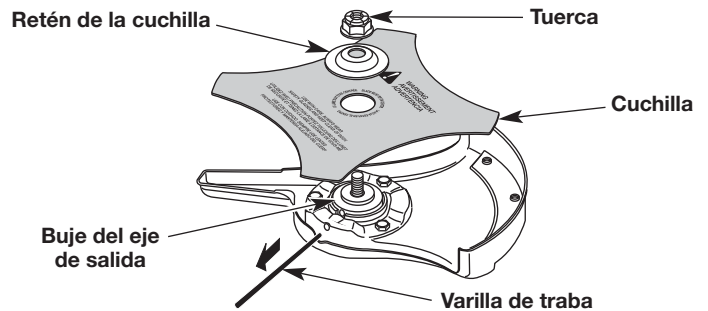
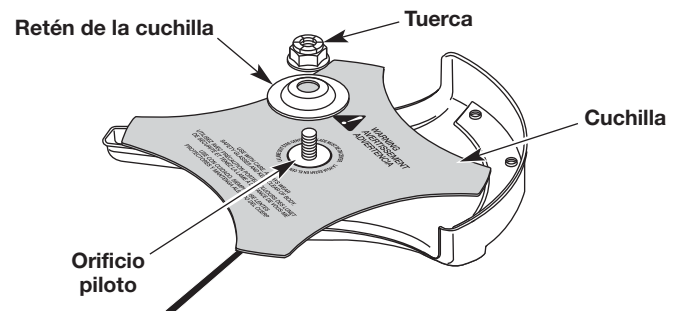

Fig. 20
Fig. 21
3. Quite la varilla de traba (Fig. 20).
4. Quite la tuerca, el retenedor de la hoja y la hoja (Fig. 20).
1. Coloque la cuchilla en el buje del eje de salida (Fig. 20). Asegúrese de que la cuchilla esté centrada en el paso del piloto (Fig. 21). La cuchilla debe asentarse de forma plana contra el buje del eje de salida.
3. Mientras está sosteniendo la varilla de traba en su lugar, coloque el retén de la cuchilla y la tuerca en el eje de salida (Fig. 21).